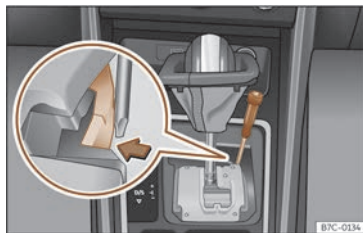

Fig. 94 Levier sélecteur : déverrouillage d'urgence en position de stationnement.
- En utilisant le côté plat d'un tournevis, appuyez latéralement sur la languette jaune et maintenez >>> **fig. 94**.